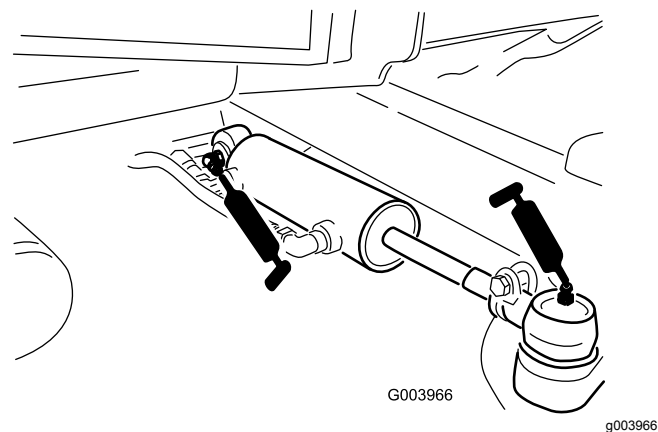

Figure 82
- Rotules de vérin de direction (2) (Figure 82)